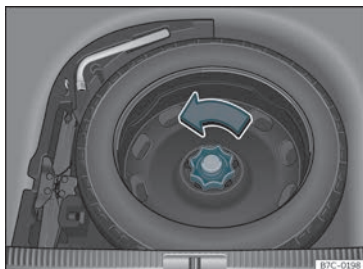

Abb. 216 Im Gepäckraum: hochgeklappter Ladeboden.
- Drehen Sie das Rädchens entgegen dem Uhrzeigersinn heraus»» **Abb. 216** .